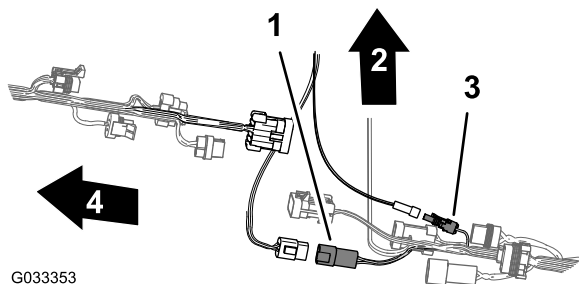

Figura 92
6. Para facilitar la conexión del arnés eléctrico y del arnés de datos de navegación, asegúrese de que el conector hembra de 1 vía del arnés de cables trasero y el conector hembra de 4 vías del arnés de cables trasero estén alineados en la parte superior del arnés (Figura 92).